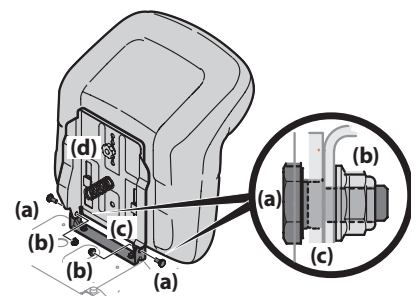

Figure 7
5. Positionnez le siège sur le support de montage en alignant les trous aménagés. Voir la Figure 7.
6. Fixez l'ensemble du siège avec les deux boulons à épaulement (a) et les contre-écrous (b) retirés précédemment. Voir la Figure 7.
NOTE : Assurez-vous que l'épaulement du boulon est entièrement encastré dans le support du siège avant de serrer le contre-écrou. Voir Figure 7.
- Pour régler la position du siège, retirez le bouton de réglage (d) qui se trouve sous le siège. Faites glisser le siège vers l'avant ou vers l'arrière comme désiré. Resserrez le bouton de réglage. Voir Figure 7.